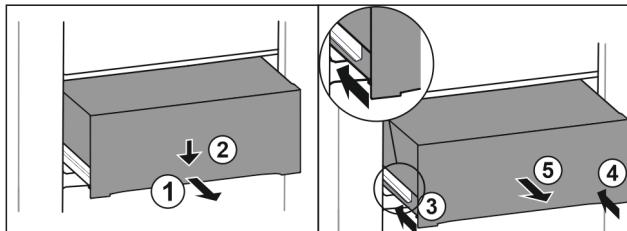

Fig. 149
- Изтеглете чекмеджето наполовина. Fig. 149 (1)
- Натиснете надолу чекмеджето от предната страна. Fig. 149 (2)
- Вкарайте лявата релса приблизително 2 см навътре. Fig. 149 (3)
- Вкарайте дясната релса приблизително 2 см навътре. Fig. 149 (4)
- Извадете чекмеджето напред. Fig. 149 (5)